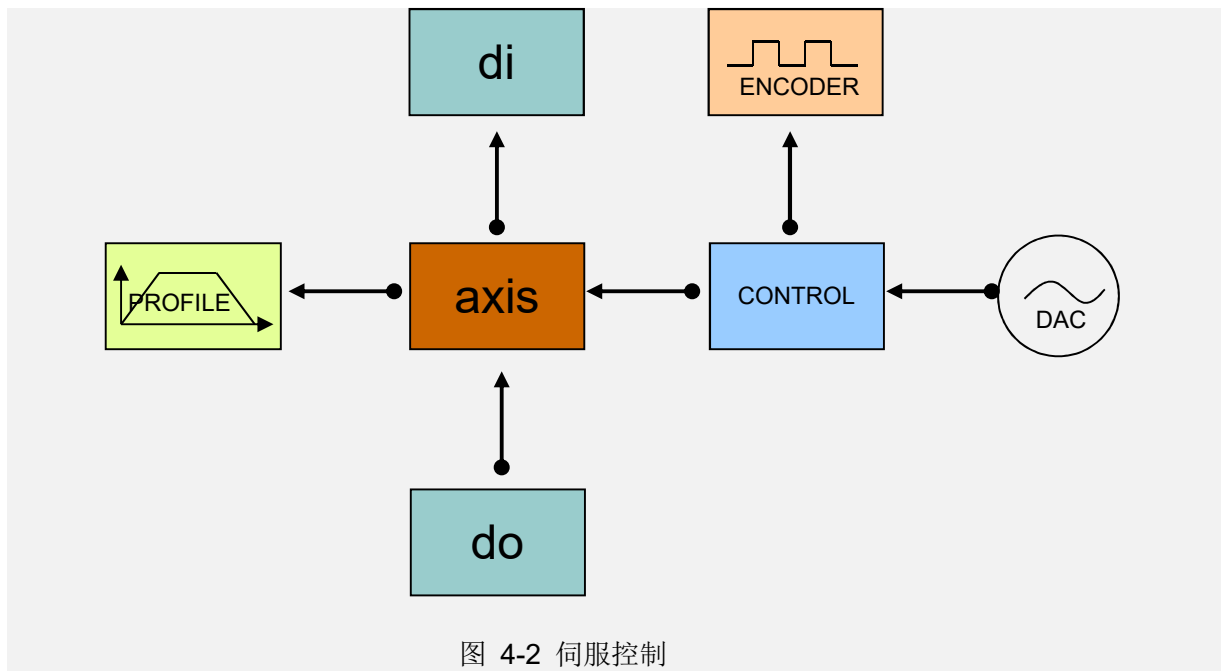

图 4-2 伺服控制
伺服控制方式的基本配置如图 4-2 所示。
3. Control关联选项：如果需要伺服闭环控制，应该使control与axis关联。默认为：不关联，即开环脉冲控制方式。关联之后，运动控制器会将相应编号的encoder、dac、axis、control关联在一起，如图 4-2所示，此时，dac的值将不能独立设置，如果调用错误!未找到引用源。指令将会无效。切换开环方式和闭环方式可以通过指令错误!未找到引用源。来实现。